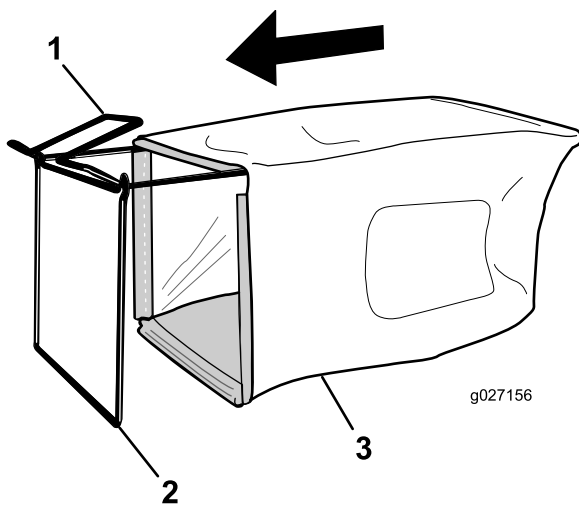

Bild 11
1. Schieben Sie den Fangkorb auf den Rahmen, wie in **Bild 11** abgebildet.
Hinweis: Schieben Sie den Grasfangkorb nicht über den Holm (**Bild 11**).